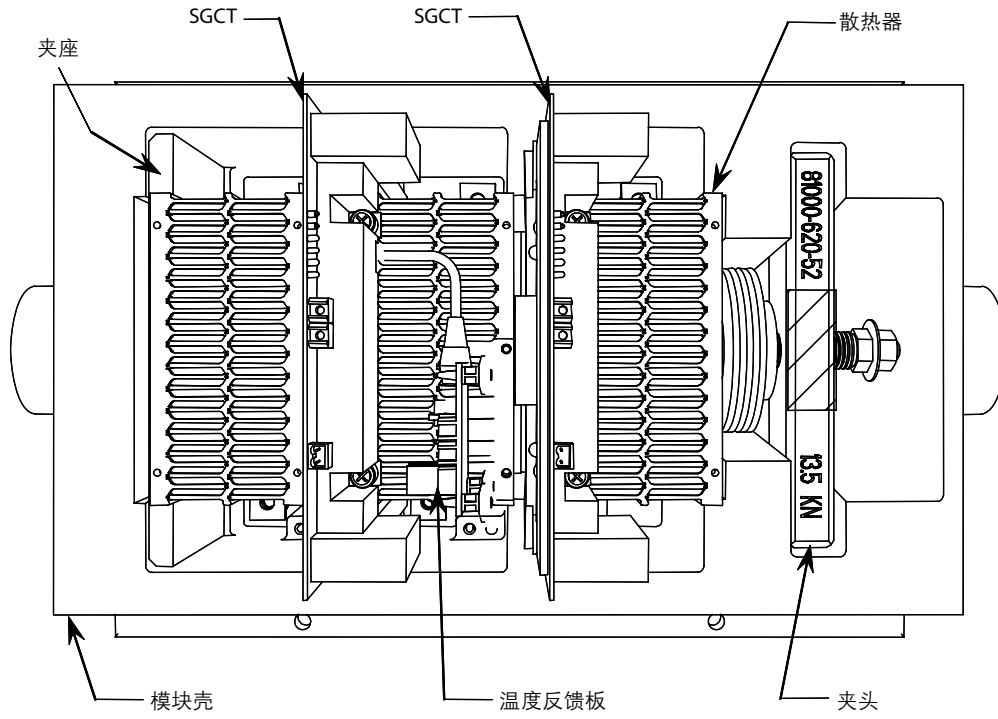

图 5.15 - 2-设备 PowerCage
4. 卸下固定在带热传感器的散热片上的设备(SGCT 或 SCR)。(请参阅图 5.15、5.16 或 5.17)。